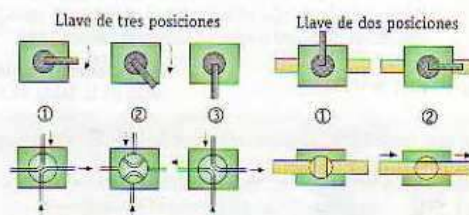

Fig. 16.14. Llaves de paso de tres y dos posiciones.
- **Número de posiciones.** Indica los estados del distribuidor (Fig. 16.14, en la que se representa un símil mediante llaves).